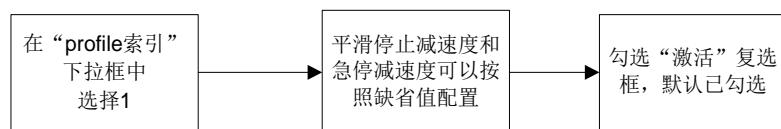

图 4-34 闭环模式下 profile 配置流程
(7) 切换至'profile'页, 如图 4-34 所示。